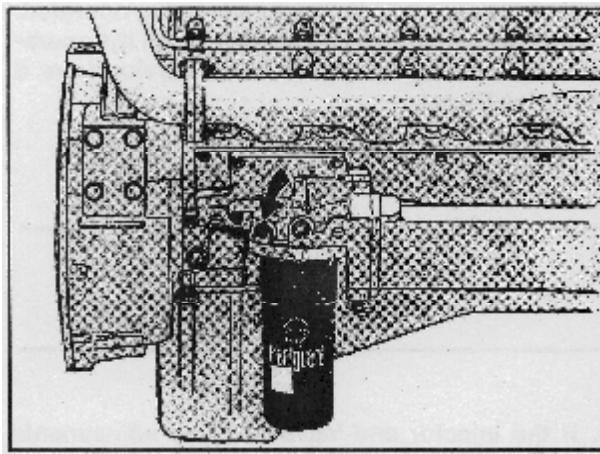
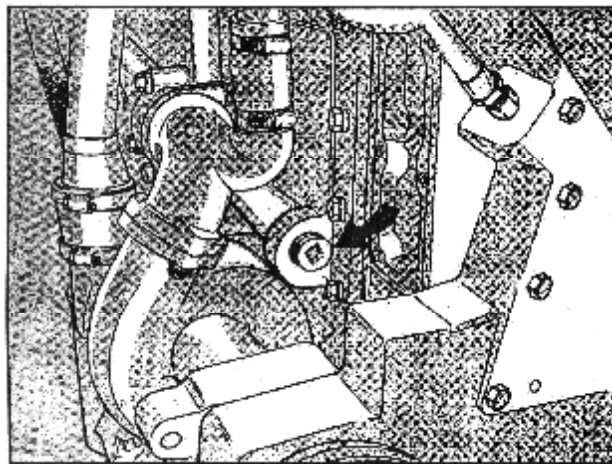

Рис. 1-2 (OM 1002 L) Точка заправки системы смазки. Двигатель VT-903.
Рис. 1-7 (OM1004L). Точка заправки системы смазки. Двигатель KT/KTA 19 S.I.D.
2. Удалите пробку перепускного канала смазочного масла на двигателе NH/NT-855, Рис. 1-1. Удалите пробку с головки корпуса масляного фильтра на V-образных двигателях, Рис. 1-2, 1-3, 1-4, 1-5, 1-6. На двигателях КТ/КТА19 удалите пробку с торца корпуса маслоохладителя, рис. 1-7.